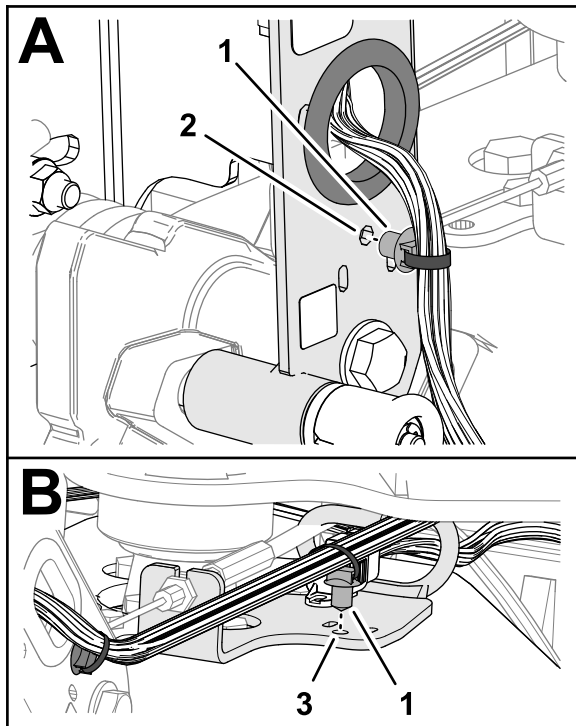

Figura 10
4. Inserte el anclaje a presión del arnés de la máquina en el taladro del canal del manillar (Figura 10).